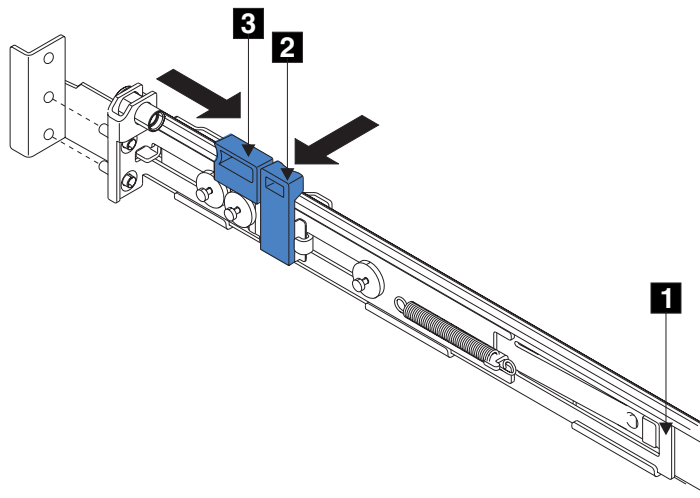

図 82. 後部のラッチ・ロック・キャリア・アセンブリーを開く
5. 後部レール・ブラケット**1** (図 82) を、 停止するまでレールの前方向に押し
12. 後部レール・ブラケット **1** (236 ページの図 82 を参照) をラックの後方向に押し、位置決めピンをラック・マウント・フランジの位置に合わせます。
13. ラッチ・ロック **2** (236 ページの図 82 を参照) を押してレールから離し、キャリアを解放します。ラッチ・ロック・キャリアがラックの後方向にスライドし、位置決めピンが、後部フランジの穴と後部レール・ブラケットの穴を通して突き出ます。